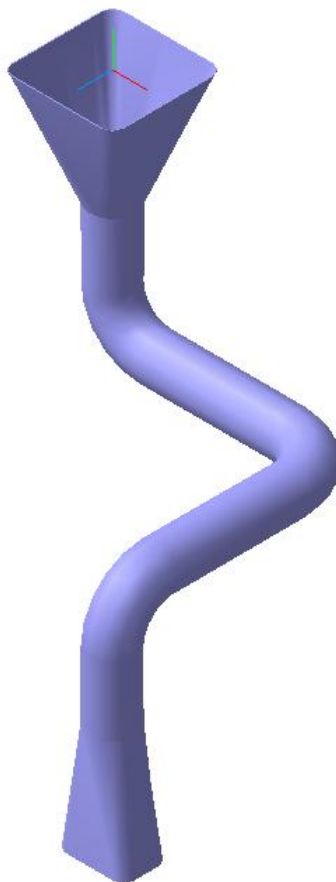

Рис. 14
**Задание.** Выполните пространственную модель детали «Короб», рис. 14, 15.